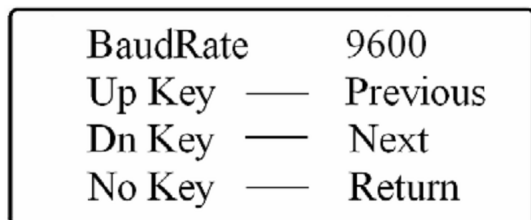

Fig. 24: Videata del "*Baud Rate*"
3. Utilizzare i bottoni della tastiera per selezionare il Baud Rate desiderato (Fig. 24).